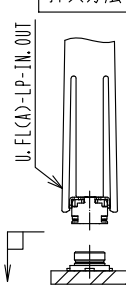

図1
(1) コネクタの嵌合は、下記の挿入治具を用いて両コネクタの結合軸を合わせ垂直に挿入して下さい。(図1)